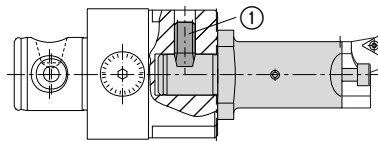

Bild 6
Kerbzahnkörper mit Plananlage werden mit dem gleichen Gewindestift ① über die Kegelansenkung befestigt und in der Lage fixiert (Bild 6).